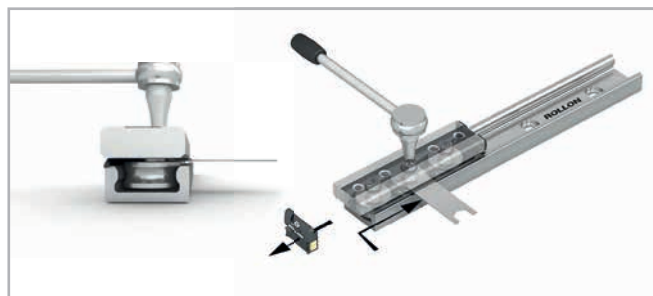

Abb. 60
- (5) Positionieren Sie den Läufer an einem Ende der Schiene, um das Einsetzen des Flachschlüssels zu erleichtern.
- (6) Setzen Sie den mitgelieferten Flachschlüssel seitlich zwischen Schiene und Läufer ein. Achten Sie darauf, ihn vom Ende des Läufers aus einzuführen, indem Sie ihn unter die Seitendichtung schieben, bis er den Rollenzapfen erreicht (Abb. 60). Greifen Sie mit dem Flachschlüssel in den Sechskant des Rollenzapfens.
- (7) Drehen Sie den Flachschlüssel im Uhrzeigersinn, so dass die exzentrische Rolle die Laufbahn gegenüber den festen, werkseitig eingestellten Rollen berührt und somit das Spiel des Läufers in der Schiene auf Null reduziert wird. Vermeiden Sie eine zu hohe Vorspannung, die zu hohem Verschleiß und geringerer Lebensdauer führen kann.
- (8) Während Sie den Rollenzapfen mit dem Flachschlüssel in der richtigen Position halten, ziehen Sie die Befestigungsschraube an, um sicherzustellen, dass der Zapfen zuerst in seiner Position arretiert wird.
- (9) Bewegen Sie den Läufer und überprüfen Sie die Vorspannung über die gesamte Länge der Schiene. Die Bewegung muss fließend sein. Wiederholen Sie den Einstellvorgang, wenn eine Schwingung/ein Spiel oder eine übermäßige Verschieberaft festgestellt wird. Die Vorspannung ist optimiert, wenn der Läufer fließend und ohne Spiel läuft.
(10) Bei Läufern mit mehr als 3 Rollen wiederholen Sie diesen Vorgang für jeden einzustellenden Rollenzapfen. Stellen Sie sicher, dass alle Rollen einen gleichmäßigen Kontakt mit den Laufbahnen haben.
(11) Ziehen Sie unter Beibehaltung der Winkelposition des Zapfens mit dem Flachschlüssel die eingestellte Rollensicherungsschraube mit einem Drehmomentschlüssel an. Das vorgeschriebene Anzugsmoment ist in Tabelle 28 dargestellt.
(12) Montieren Sie die Abstreifer wieder am Laufwagen.